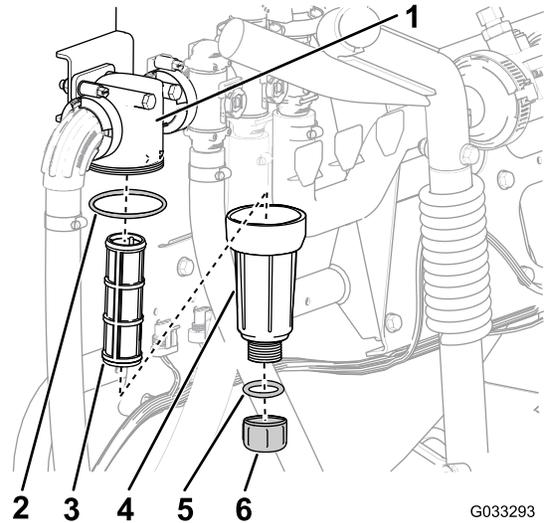

図 55
2. 圧力フィルタの下に受け容器をおく 図 55。
3. 圧力フィッティングのドレンプラグを左に回して外す 図 55。
4. ボウルを左に回してフィルタヘッドから外す 図 55。
5. 古い圧力フィルタエレメントを外す 図 55。
6. ドレンプラグのOリングボウルの内側とボウルのOリングフィルタヘッドの内側に傷や破損がないか点検する 図 55。
7. 新しい圧力フィルタエレメントをフィルタヘッドに取り付ける 図 55。
8. フィルタヘッドにボウルを取り付けて手締めする 図 55。
9. ボウルにプラグを取り付けて手締めする 図 55。